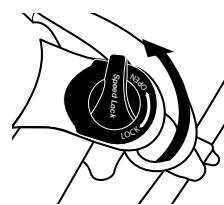

Figure 19. Molette en position ouverte
- Pour déverrouiller la fourche suspendue, tournez la molette de réglage dans le sens indiqué par la flèche avec l'inscription « OPEN » jusqu'à la butée (Figure 19).